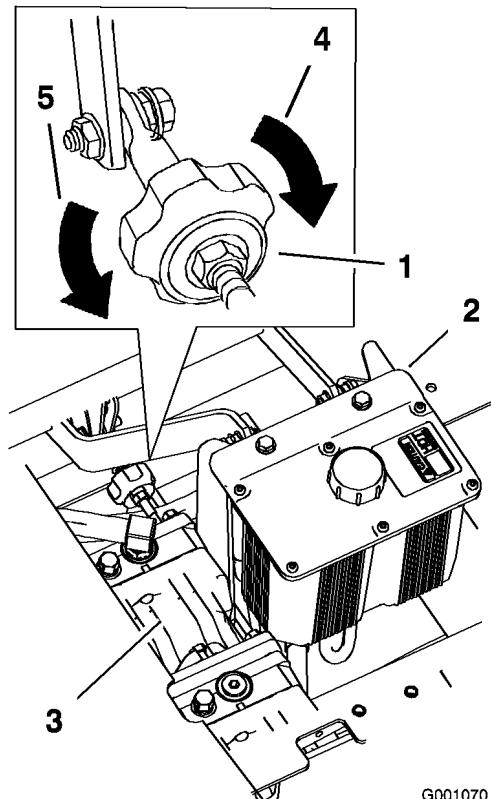

Figure 69
- Réglez la longueur de la tige de pompe en tournant le bouton dans le sens voulu, jusqu'à ce que la roue soit immobilisée ou tourne légèrement en marche arrière (Figure 69).